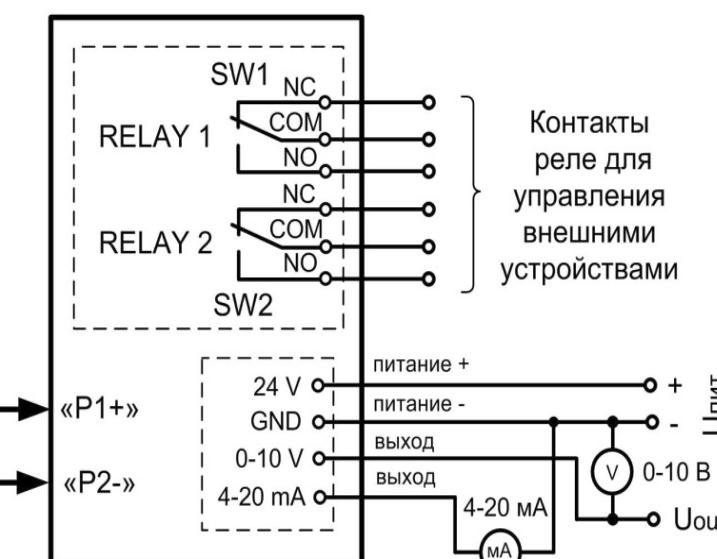

Рисунок 1 – Схема подключений, где Р1, Р2 – входное давление измеряемой среды (вход Р1+ для более высокого, а Р2– для более низкого)
4.2 Цепи прибора подключаются внутри корпуса через кабельные вводы в соответствии с электрической схемой, рисунок 1.